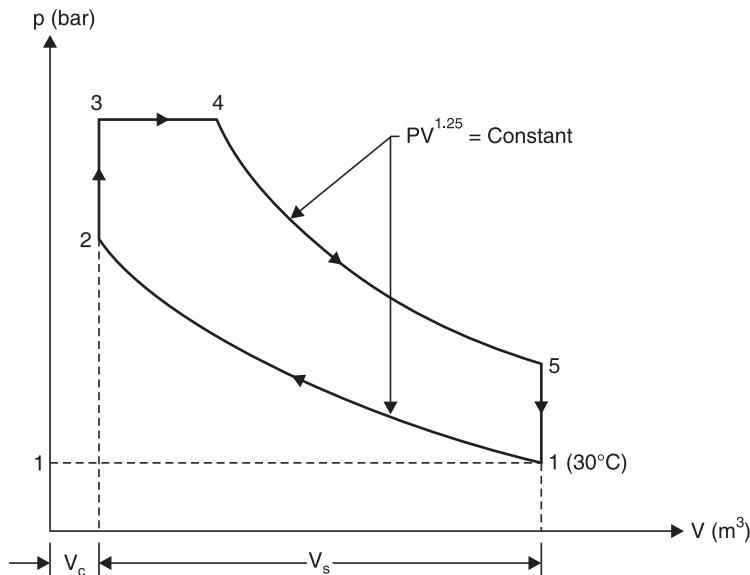

Fig. 4.25
**Solution.** Refer Fig. 4.25.